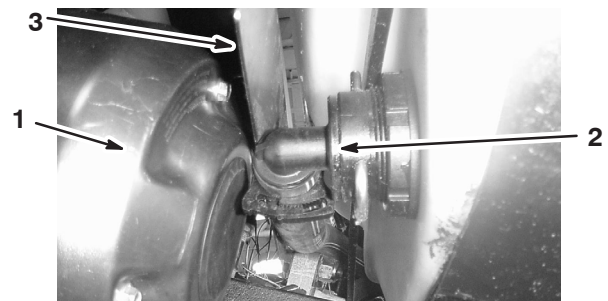

Bild 55
- Schließen Sie den Schlauch vorne unten am Behälter ab (Bild 55).
Hinweis: Sie müssen ggf. das Wärmeschutzblech nach hinten drücken (Bild 55), wenn Sie die Abdeckung entfernen.
7. Schließen Sie den Schlauch vorne am Behälter an (Bild 55).